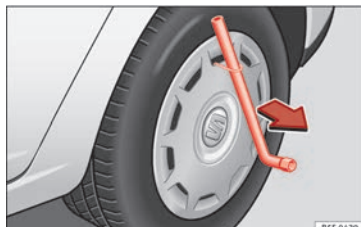

Fig. 62 Retirar el embellecedor integral.
- Retire el embellecedor integral de la rueda con el gancho de alambre » » fig. 62.